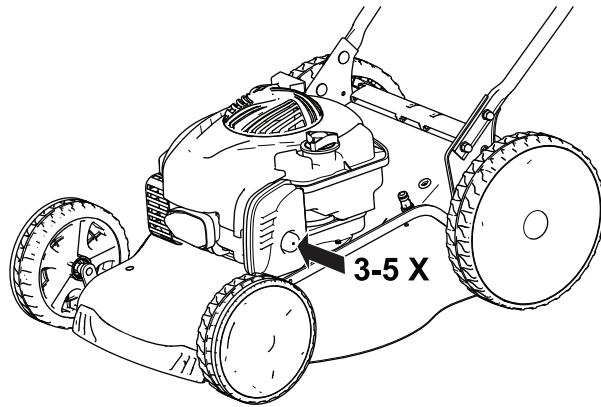

Bild 14
1. Drücken Sie die Kaltstarthilfe drei bis fünf Mal (Bild 14).